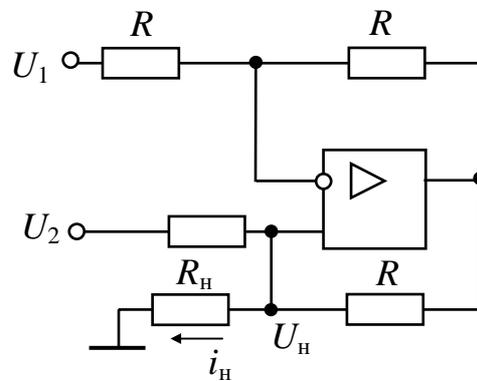

Рис. 1 – Усилитель с токовым выходом
1. Собрать устройство, показанное на рис. 1, полагая $U_2 = (5 + N)$ В, $U_1 = (U_2 - 3)$ В, $R = 10$ кОм, $R_H = 1$ кОм. Вариант задания $N = 0-9$ задает преподаватель. Убедиться, что ток в нагрузке равен $i_H = \frac{U_2 - U_1}{R}$. Изменяя R_H в диапазоне до 5 кОм, убедиться, что ток i_H не зависит от сопротивления нагрузки. При какой величине R_H напряжение на выходе ОУ достигает уровня положительного ограничения? Назвать типы обратных связей, используемых в устройстве.